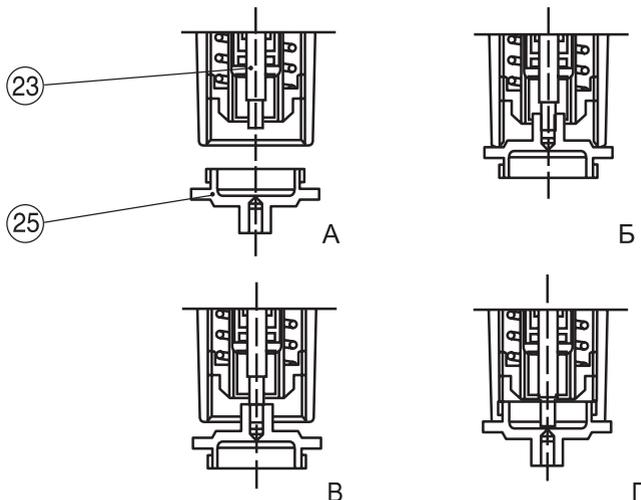

Рисунок 4. Сброс ПЗК
1) Снять крышку (25), открутив ее (см. рис. 4А);
2) Навинтить ее обратной стороной на шток (23) до тех пор пока она не соприкоснется с корпусом (см. рис. 4Б);
4) Извлеките крышку (25): эта операция подтверждает сброс (см. рис. 4В);
5) Закрутите крышку (25) на прежнее место (см. рис. 4Г) и откройте кран (11).